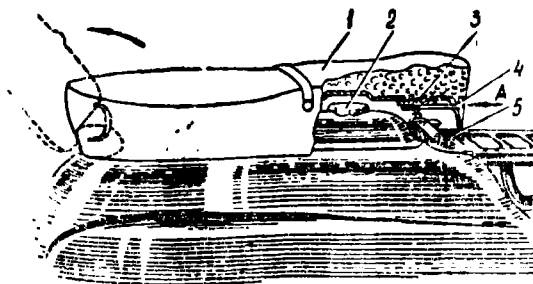

Рис. 15. Механизм запирания седла
- снимите кожух мотороллера. Для этого нужно нажать на защелку седла, (см. рис. 15) откинуть седло вперед и, отвернув пластмассовые гайки-барашки, снять кожух;